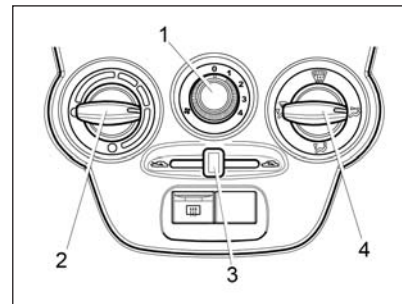
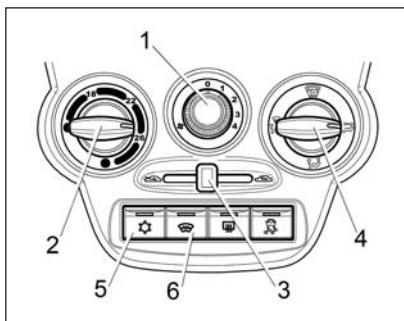

Рис. 37. Блок управления системой вентиляции и отопления
Рис. 39. Блок управления климатической системой (в варианном исполнении)
Отопительно-вентиляционная установка автомобиля предназначена для создания в салоне комфортной температуры воздуха, значение которой регулируется блоком управления системой вентиляции и отопления (рис. 37). Однако она не может обеспечить в салоне температуру ниже, чем имеет наружный воздух.
– **рукоятку 2** (см. рис. 37) повернуть по часовой стрелке в крайнее правое положение до упора (синяя точка на блоке управления), а **в вариантном исполнении рукоятку 2** (см. рис. 39) повернуть против часовой стрелки в крайнее левое положение до упора (синяя точка);
– **рукоятку 1** (см. рис. 37) переключателя режимов работы электровентилятора отопителя поставить на желаемую скорость подачи воздуха в салон;
– **рукоятку 2** (см. рис. 37) повернуть против часовой стрелки в крайнее левое положение до упора (красная точка на блоке управления), а **в вариантном исполнении рукоятку 2** (см. рис. 39) повернуть по часовой стрелке в крайнее правое положение до упора (красная точка);
– **рукоятку 2** (см. рис. 37) повернуть против часовой стрелки в крайнее левое положение до упора (красная точка на блоке управления), а **в варианном исполнении рукоятку 2** (см. рис. 39) повернуть по часовой стрелке в крайнее правое положение до упора (красная точка);
2. Включите электровентилятор, установив **рукоятку 1** (рис. 39) в одно из положений 1, 2, 3 или 4.
*Для установки желаемой температуры воздуха в салоне поверните **рукоятку 2** (см. рис. 39) по часовой стрелке для повышения, против часовой стрелки для понижения. Температура будет поддерживаться автоматически в пределах производительности климатической установки и установленного допуска.*